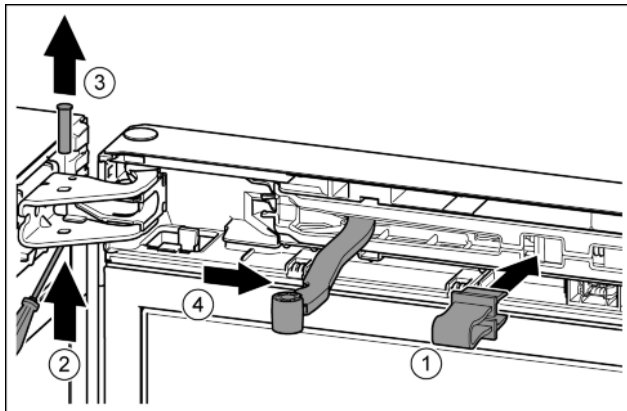

Fig. 13
- ▶ Фиксирайте предпазителя в отвора. Fig. 13 (1)
- ▶ С отвертката избутайте болта. Fig. 13 (2)
- ▶ Извадете болта нагоре. Fig. 13 (3)
- ▶ Завъртете шарнира в посока към вратата. Fig. 13 (4)